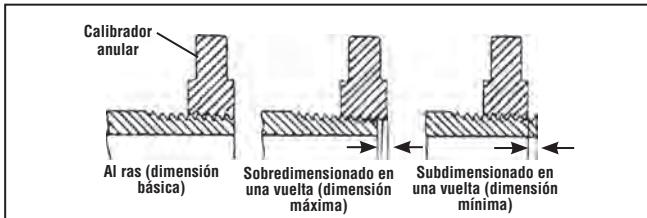

Figura 25 – Revisión del tamaño de la rosca
- Observe el extremo del tubo y vea cuánto se asoma más allá del calibrador anular. El extremo del tubo debe quedar al ras con el borde del calibrador, más/menos una vuelta (*Figura 25*). Si la rosca no mide lo que corresponde, corte el tubo para eliminar la rosca, ajuste el cabezal de terrajas y corte otra rosca. El uso de una rosca que no cumple con la medición correcta puede causar fugas.